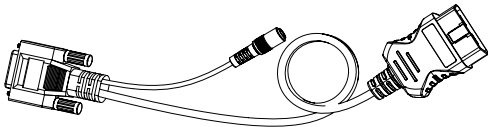

Figura 2.1.4
9. Cabo de Diagnóstico com Conector Fêmea DB15 & Conector OBD-II de 16 pontos. (Veja Figura 2.1.4)